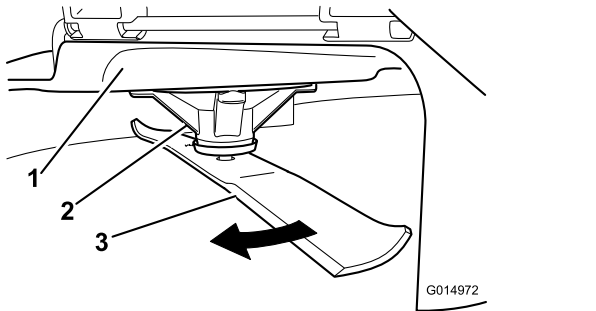

Figura 74
2. Llevando guantes fuertemente acolchados u otro tipo de protección apropiada para las manos, gire lentamente la cuchilla hasta una posición que permita medir la distancia entre el filo de corte y la superficie nivelada en la que descansa la máquina (**Figura 74**).